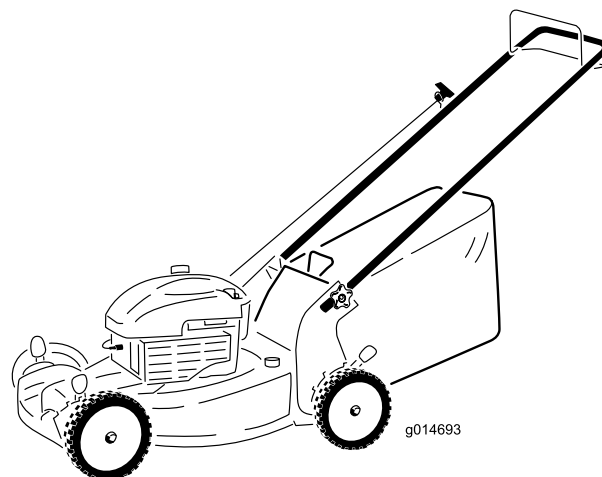

Рисунок 16
1. Поднимите и удерживайте задний отражатель (Рисунок 16).
2. Установите мешок для сбора скошенной травы и убедитесь в том, что стержни мешка вошли в пазы на рукоятке (Рисунок 16).